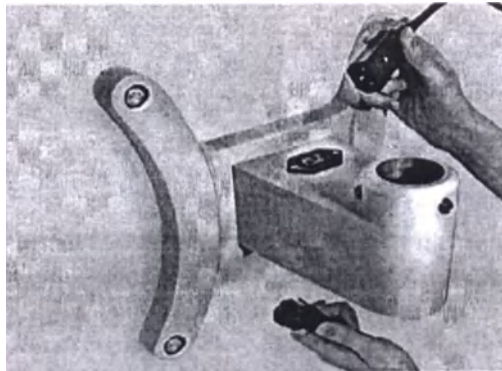

Рисунок 32
5. Подключите один из кабелей питания от источника света к верхнему разъему штатива настенного (Рисунок 32).